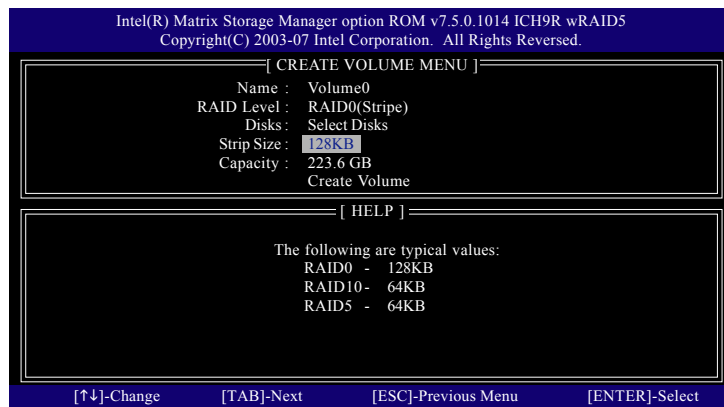

図 5
**Disks** アイテムの下で、RAID アレイに含めるハードドライブを選択します。取り付けたドライブが 2 しかない場合、ドライブはアレイに自動的に割り当てられます。必要に応じて、ストライプブロックサイズ (図 5) を設定します。ストライプブロックサイズは 4 KB ~ 128 KB まで設定できます。ストライプブロックサイズを選択したら、<Enter> を押します。